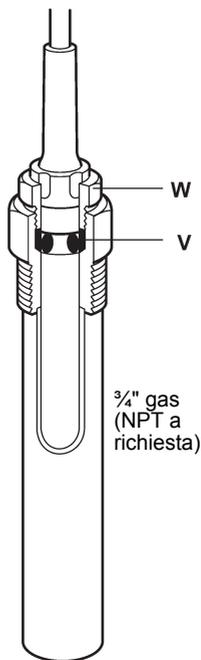

Fig. 6
Inserire il bulbo nel pozzetto finché l'O-ring si appoggia nel giunto come mostrato nella Fig. 6 e serrare a fondo il dado del premistoppa (W) per comprimere l'O-ring.